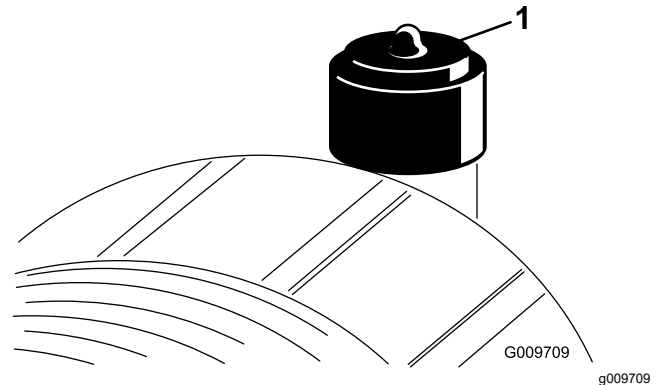

Figure 53
N'effectuez l'entretien de l'élément filtrant du filtre à air que lorsque l'indicateur de colmatage (Figure 53) indique que cela est nécessaire. Ne remplacez pas l'élément filtrant plus fréquemment que nécessaire ; cela ne fait qu'accroître le risque de contamination du moteur par des impuretés quand l'élément est déposé.
2. Réarmez l'indicateur de colmatage (Figure 53) s'il est rouge.